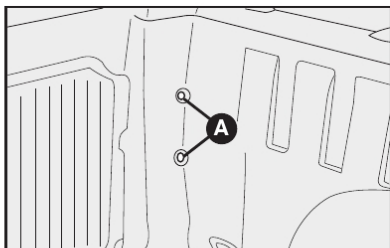

fig. 30
2) utilizando uma chave de ponta torx (não fornecida), soltar os parafusos de fixação da lanterna **A-fig. 30**, aos quais se têm acesso pelo compartimento de carga;